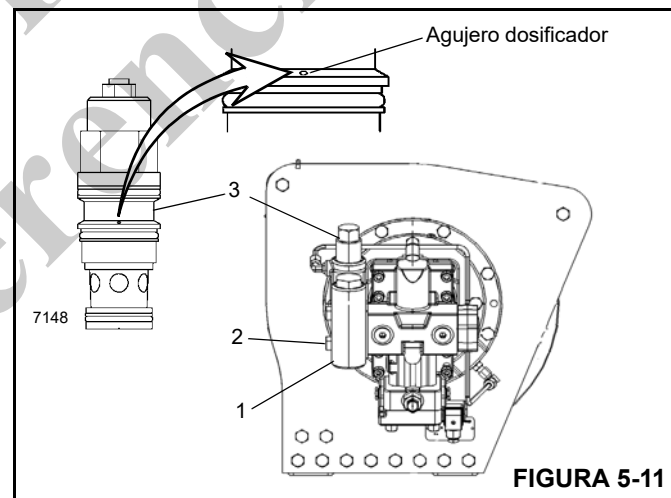

FIGURA 5-11
1. Retire la manguera y el bloque de válvula equilibradora (1) del conjunto del motor (Figura 5-11).
2. Para retirar el bloque de válvula equilibradora (1), suelte y retire los 4 pernos (2).
3. Retire la válvula equilibradora (3) del bloque (1) e inspeccione el agujero dosificador pequeño en el costado de la válvula de cartucho para comprobar que no está obstruido. Revise los anillos "O" para asegurar que no estén cortados ni aplastados.